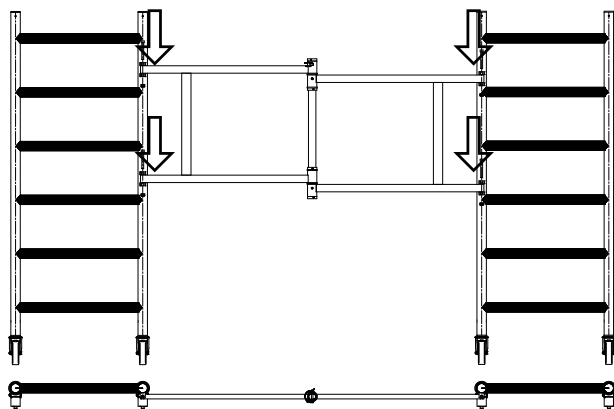

Rys. 64 Montaż zestawu kołowego
1. Zamontować zestaw kołowy 150 w kolumnach drabin blokując je zawleczkami (Rys. 64).